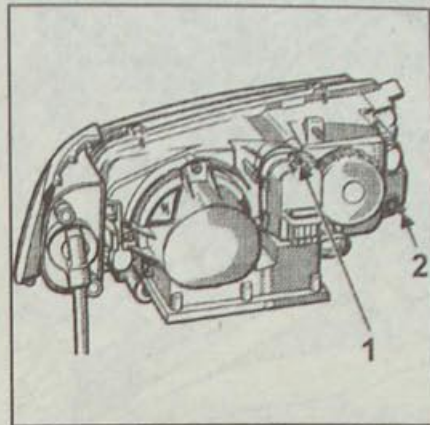

Рис. 15.36. Расположение винтов регулировки света фар в вертикальной (1) и горизонтальной (2) плоскостях
- Заверните винт регулировки света фары в вертикальной плоскости (1, рис. 15.36) максимум на 10 оборотов.
Не выключая зажигания, с помощью специального прибора выполните регулировку света фары в вертикальной плоскости винтом (1, рис. 15.36) и в горизонтальной плоскости винтом (2). Клиренс автомобиля не должен изменяться между настройкой блока управления и регулировкой света фар, так как эти две операции неотделимы друг от друга.